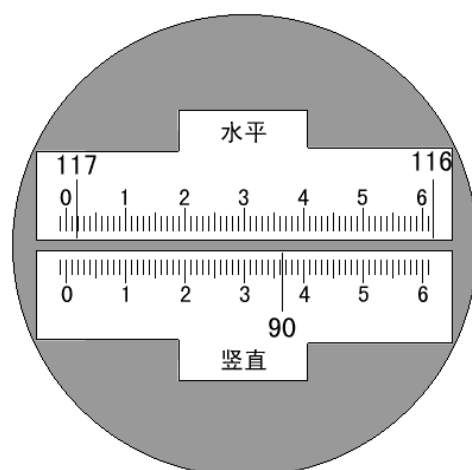

图 2 DJ6 光学经纬仪读数窗
(3) 瞄准。将望远镜对准天空（或远处明亮背景），转动望远镜的目镜调焦螺旋，使十字丝最清晰；然后用望远镜上的照门和准星瞄准远处一目标（如：远处的避雷针、天线等），旋紧望远镜和照准部的制动螺旋，转动对光螺旋（物镜调焦螺旋），使目标影像清晰；再转动望远镜和照准部的微动螺旋，使目标被十字丝的纵向单丝平分，或被纵向双丝夹在中央。
(4) 读数。调节反光镜的位置，使读数显微镜读数窗亮度适当，旋转显微镜的目镜调焦螺旋，使度盘及分微尺的刻划线清晰，读取落在分微尺上的度盘刻划线所示的度数，然后读出分微尺上 0 刻划线到这条度盘刻划线之间的分数，估读至  $0.1'$  并将其换算为秒。（如图 2 所示，水平度盘读数为  $117^{\circ}01.9' = 117^{\circ}01' 54''$ ，竖盘读数为  $90^{\circ}36' 12''$ ）。